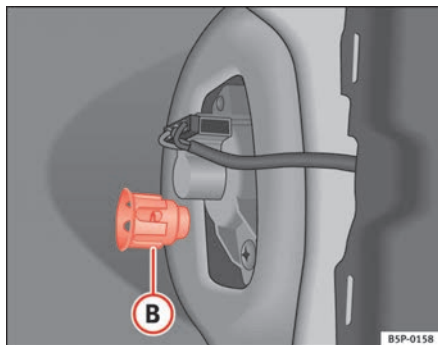

Fig. 191 Luz de mínimos/travagem
- Desenroscar a peça de plástico ⇒ fig. 191 (B) que fixa o farolim. Para iniciar a rotação, inserir uma chave de fendas na referida peça.